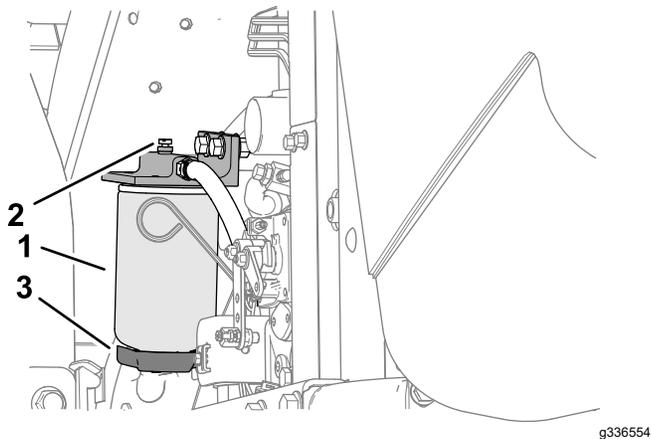

Рисунок 73
4. Открутите сливной кран в днище стакана фильтра (**Рисунок 73**).
3. Очистите область крепления корпуса фильтра (**Рисунок 73**).